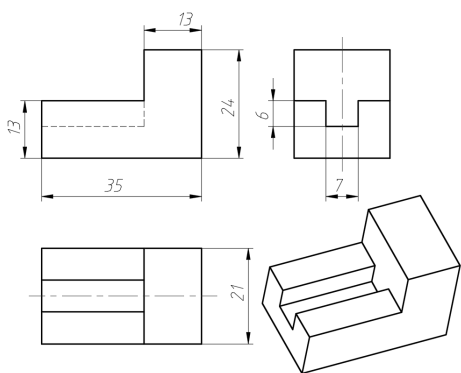
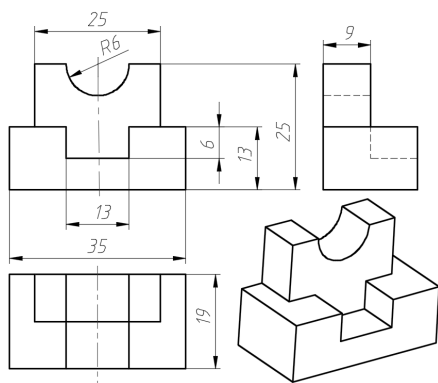

图 3-64 组合体 1
图 3-65 组合体 2
1. 建立如图 3-64 和图 3-65 所示的简单组合体的模型。